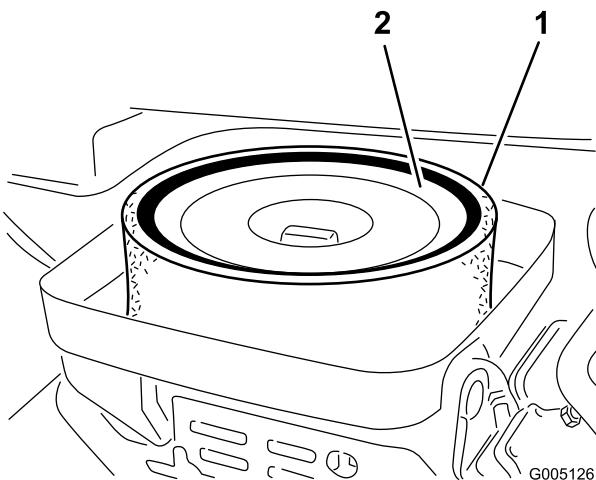

Figura 41
4. Se l'elemento in schiuma sintetica è sporco, rimuovetelo dall'elemento di carta (Figura 41). Pulitelo accuratamente, come indicato di seguito: